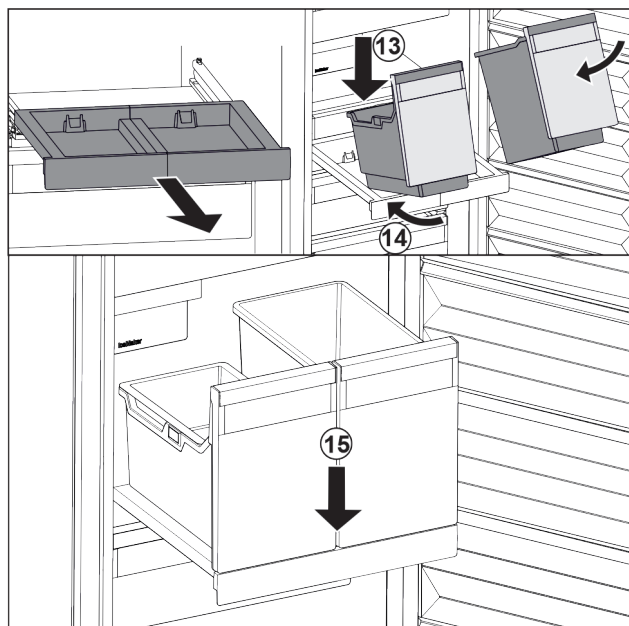

Fig. 95
- ▶ Sett beholderen skrått på uttrekksplaten. Fig. 95 (13)
- ▶ Skyv inn beholderen skrått bakover. Fig. 95 (14)
- ▶ Sett ned beholderen foran. Fig. 95 (15)